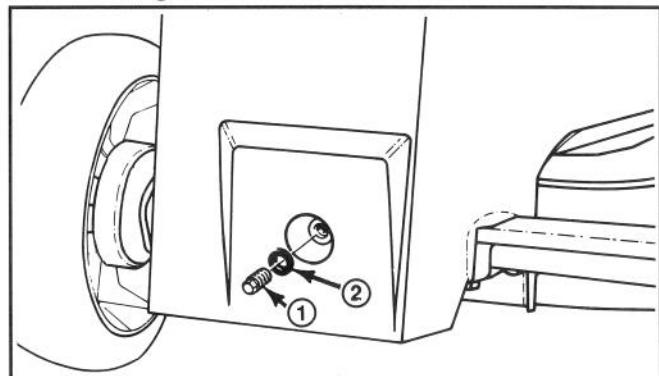

Abbildung 28
5. Greifen Sie zwischen die Deckplatte und das Getriebegehäuse und reinigen Sie um den Getriebestopfen und die Dichtung (Abb. 28). Entfernen Sie Stopfen und Dichtung. Achten Sie auf Öl das herauströpt. Tropft Öl heraus, bringen Sie den Stopfen und die Dichtung schnell wieder an, da der Ölstand korrekt ist. Wenn nicht, geben Sie Getriebeöl zu: siehe Schritt 6.